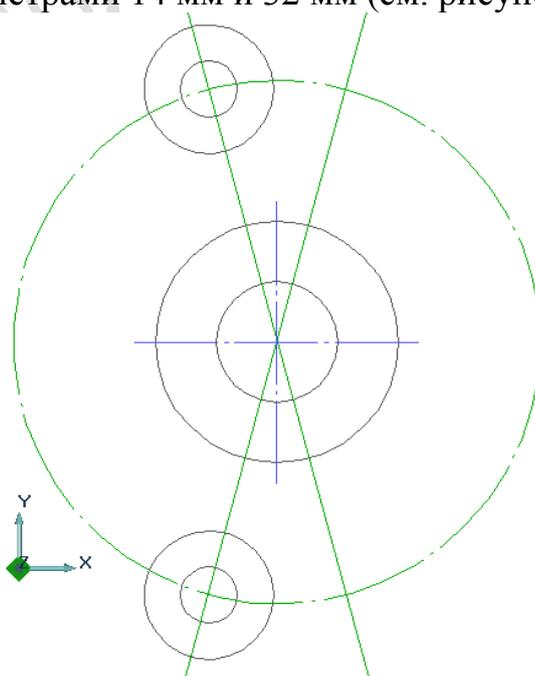

Рисунок 8. Построение вспомогательных элементов
5. На пересечении окружности диаметром 130 мм и вспомогательных линий строим по две окружности диаметрами 14 мм и 32 мм (см. рисунок 8)